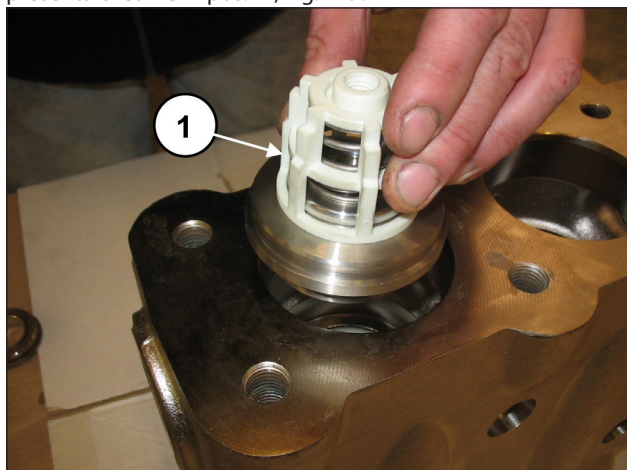
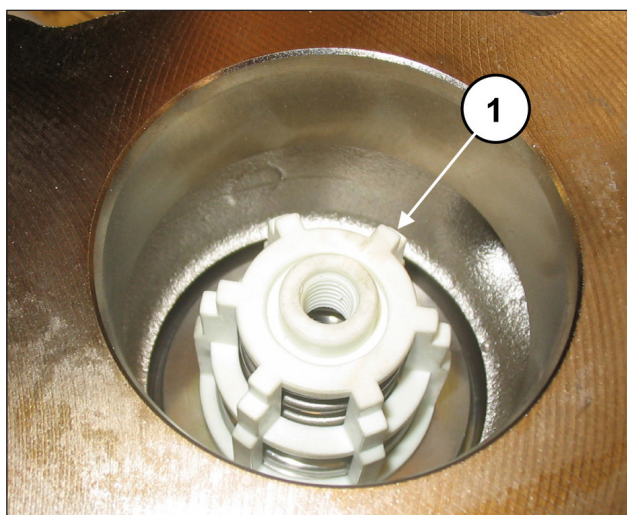

Fig. 118
Fig. 119
Inserire il gruppo valvola di mandata (pos. ①, Fig. 118). Il gruppo valvola deve essere inserito completamente a fondo e presentarsi come in pos. ①, Fig. 119.